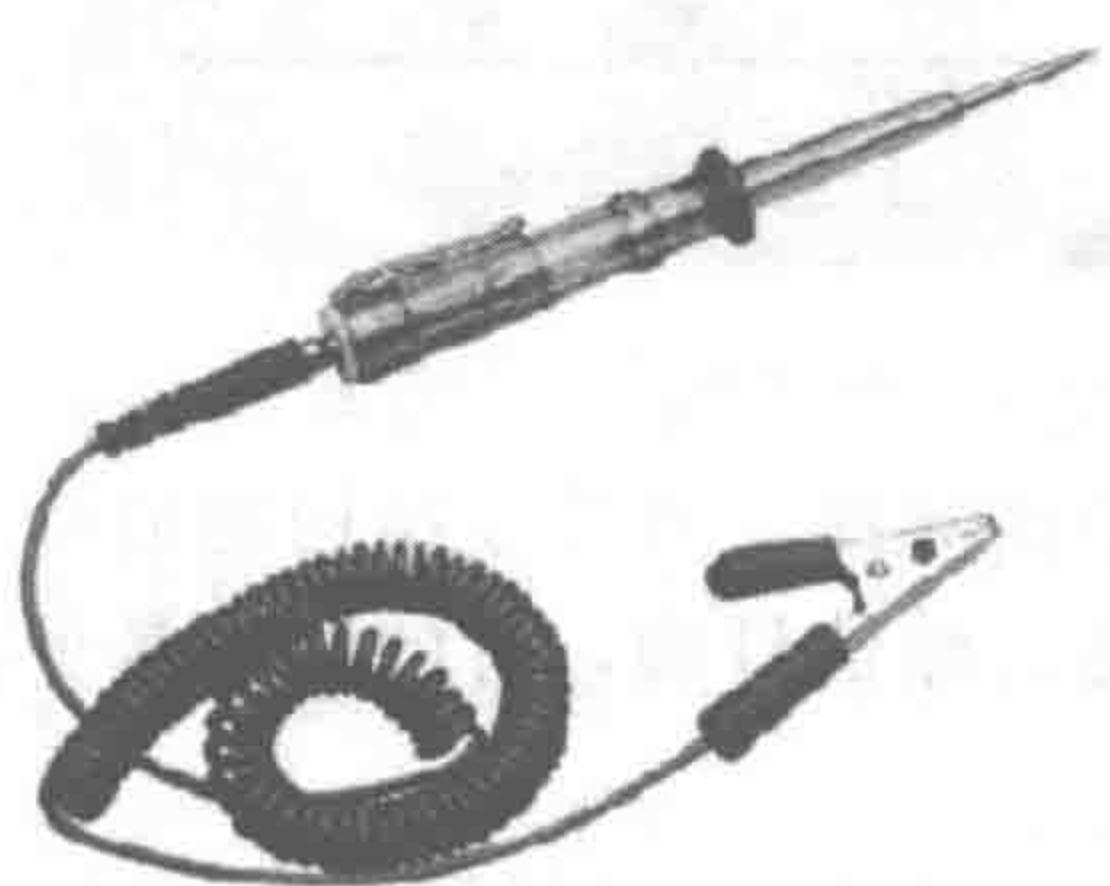

图 1-2 不带电源测试灯 (12V 测试灯)
① 不带电源测试灯(12V 测试灯) 如图 1-2 所示，它以汽车电源作为电源，由 12V 测试灯、导线和各种不同的端头组成，主要用来检查系统内电源电路是否给电器各部件供电，举例如下。